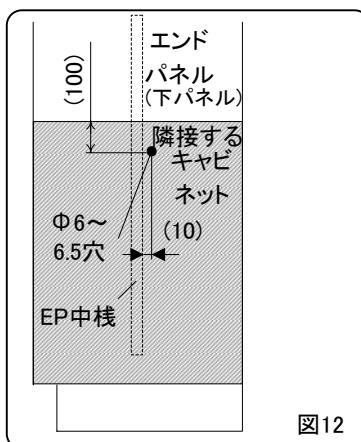

図12
①隣接するキャビネットで隠れる箇所にΦ6~6.5の穴を加工してください。(図12)
②加工した穴にシリコンで防錆処理を施してください。
③加工した穴からネジ(皿タッピンネジ3.5×25)を打って、パネルの反りを矯正してください。